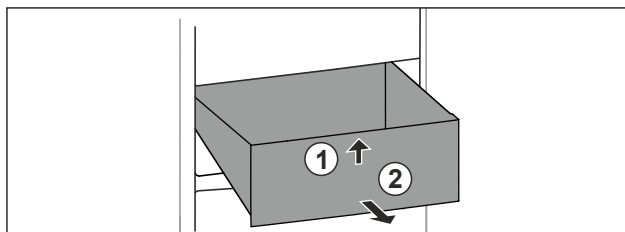

Fig. 105
- Nadzvedněte zásuvku vpředu. Fig. 105 (1)
- Vyjměte zásuvku dopředu. Fig. 105 (2)